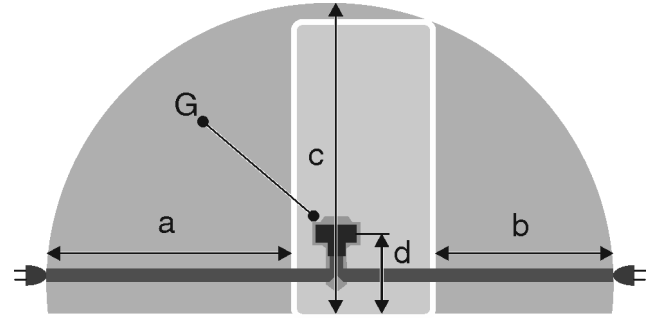

Fig. 21
- Steckdose liegt außerhalb des Geräterückseitenbereichs im gegebenen Bereich Fig. 21 (a, b, c).
- ▶ Gerätestecker Fig. 21 (G) auf der Rückseite des Gerätes einstecken. Auf richtiges Einrasten achten.